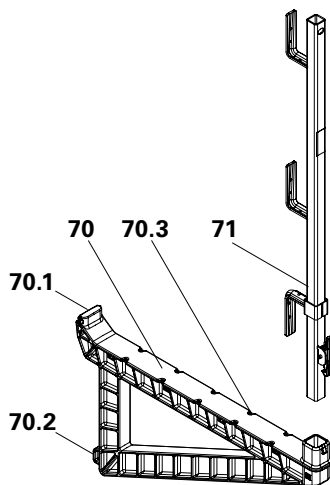

Fig. B4.00
Con le mensole DUO 70 è possibile fissare un'impalcatura di getto alla cassaforma DUO. (Fig. B4.00 + B4.01)
1. Inserire il montante PP (71) nella mensola DUO 70 (70). (Fig. B4.00)